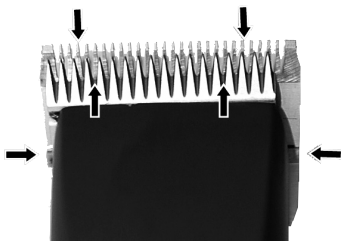

Рис. 10
- Нанесите пару капель масла спереди и с боковых сторон лезвий машинки (см. стрелки на рис. 10).